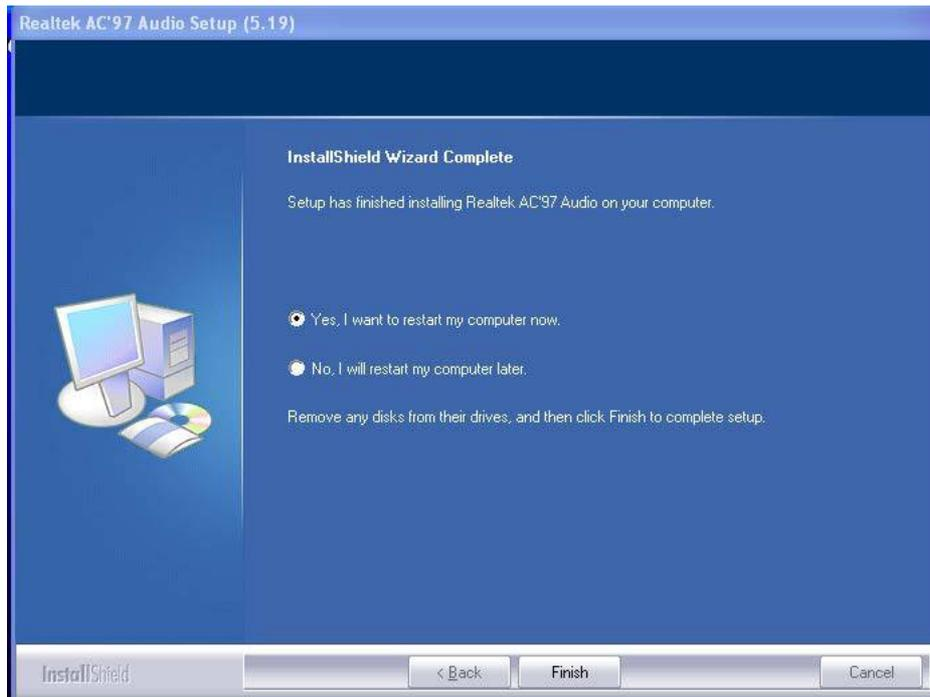

Abbildung 7-19: AC'97 Treiberinstallation Endbildschirm
Schritt 10: Nach der Treiberinstallation wird der Endbildschirm angezeigt (Abbildung 7-19).